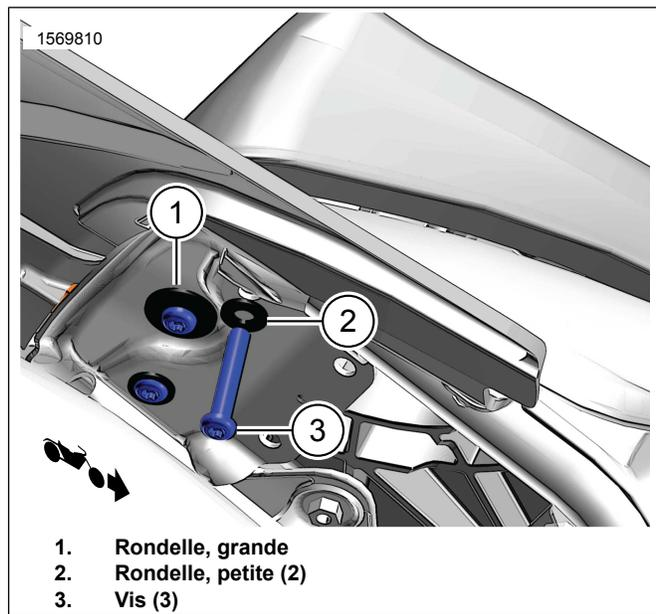

Figure 6. Fixer Sécuriser l'entretoise de la selle passager et la selle passager
6. Voir la figure 6. Installer les rondelles (2) et les deux vis (3).
7. Enduire la vis (3) de frein filet.
8. Voir la figure 6. Installer la rondelle (1) et la vis (3). Serrer.